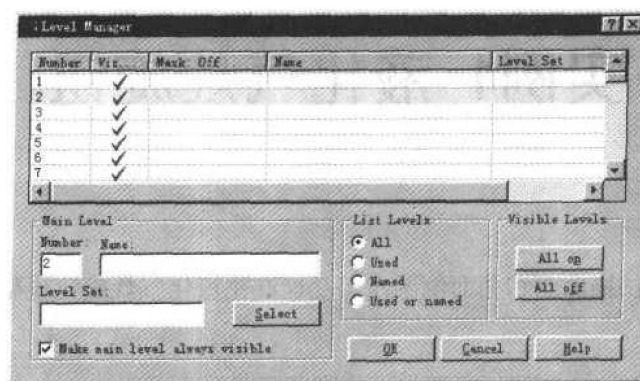

图1-3 图层设定
2. 选择子菜单中的 **Level** (图层设定) 命令，系统弹出如图 1-3 所示的图层设定对话框，在 **【Number】** 栏内输入“2”（即使当前图层为第 2 层），单击 **OK** 按钮。